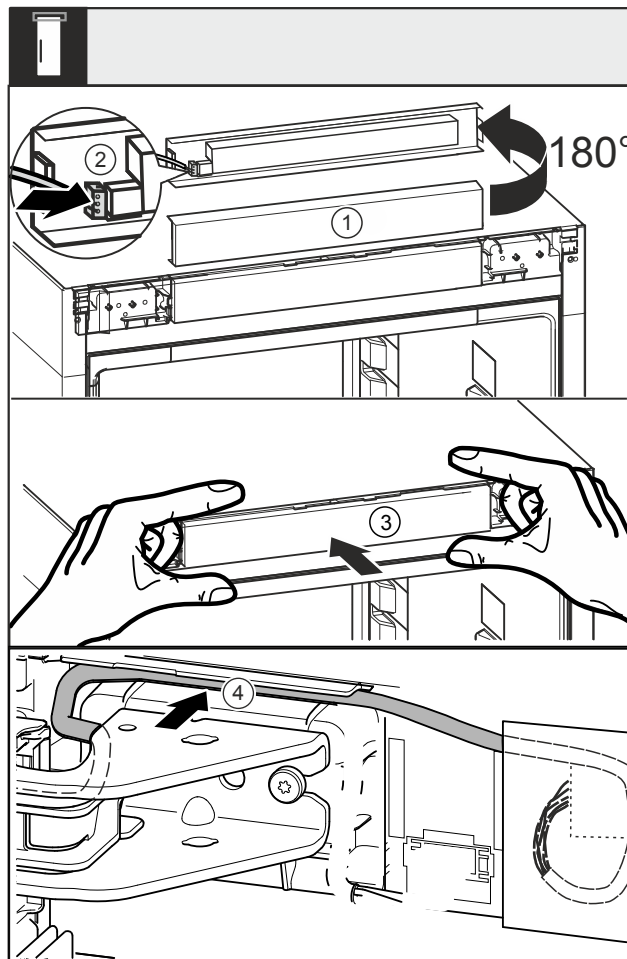

Fig. 45
- ▶ Rotiți masca Fig. 45 (1) cu 180° în sus.
- ▶ Fixați în poziție fișa Fig. 45 (2) la masca piesei de operare.
- ▶ Fixați din nou în poziție masca Fig. 45 (3) la aparat.
- ▶ Pozați cu precauție cablul în ghidaj Fig. 45 (4) deasupra suportului superior de lagăr.